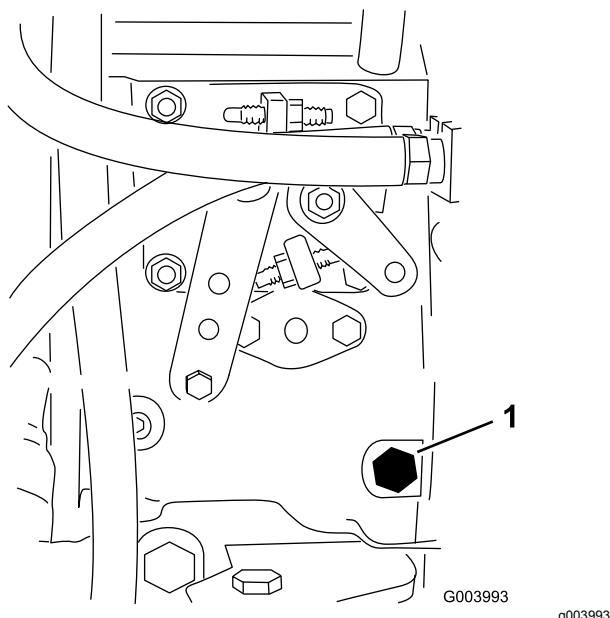

Figura 21
3. Abra el tornillo de purga de aire de la bomba de inyección de combustible (Figura 21) con una llave de 12 mm.